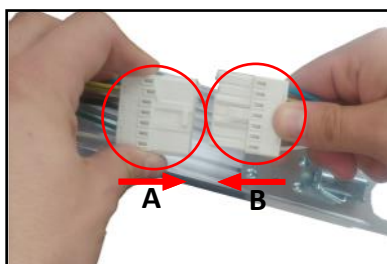
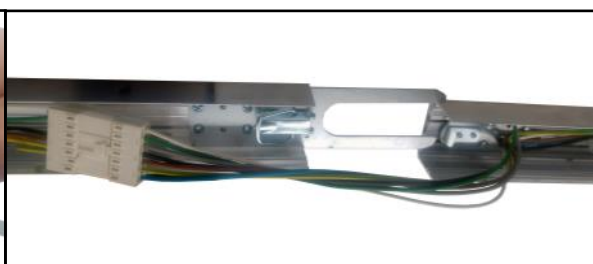

Imagen 5
Imagen 6
8. Conecte los dos conectores juntos (un conector de perfil A a un zócalo de perfil B) [imagen. 5, imagen 6]